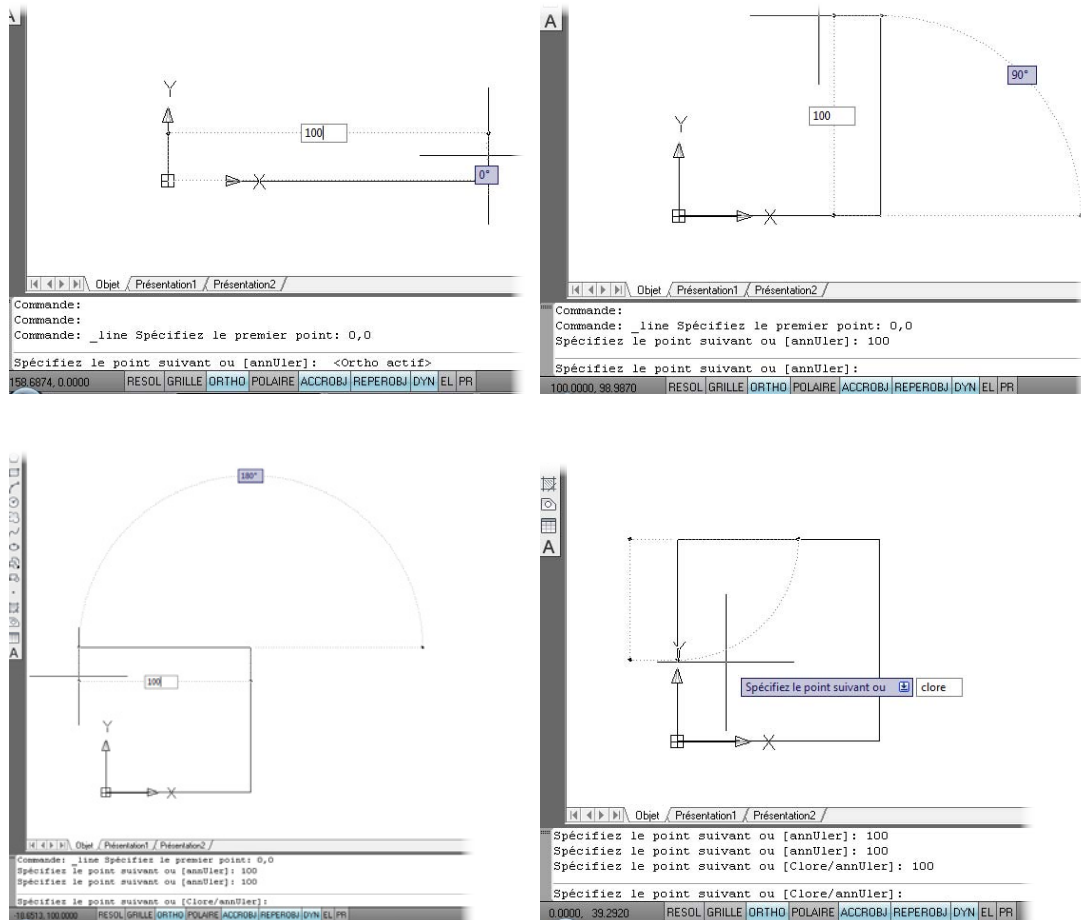

Figure 2.66
2. Tracez une ligne en indiquant simplement la direction et la valeur : **100** (voir Figure 2.66, de gauche à droite et de haut en bas).